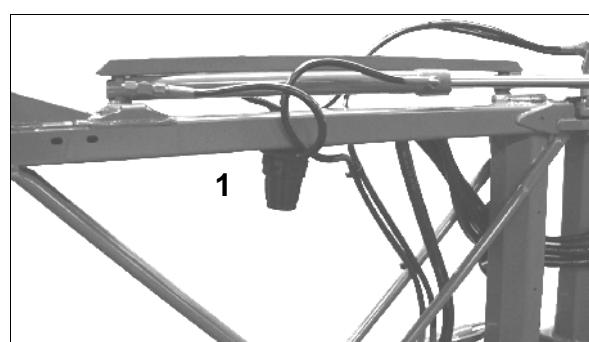

Рис. 198
- **Чистите линейный фильтр** (Рис. 198/1) в зависимости от условий эксплуатации приблизительно каждые 3 – 4 месяца.